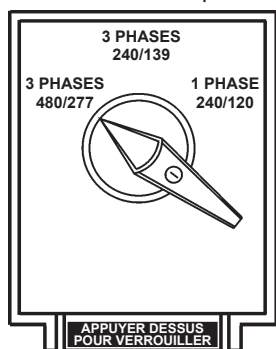

**Figure 25. Commutateur de sélection de tension
1. Mettre le commutateur de sélection de tension dans la position 3Ø 480/277 comme indiqué dans la Figure 25.